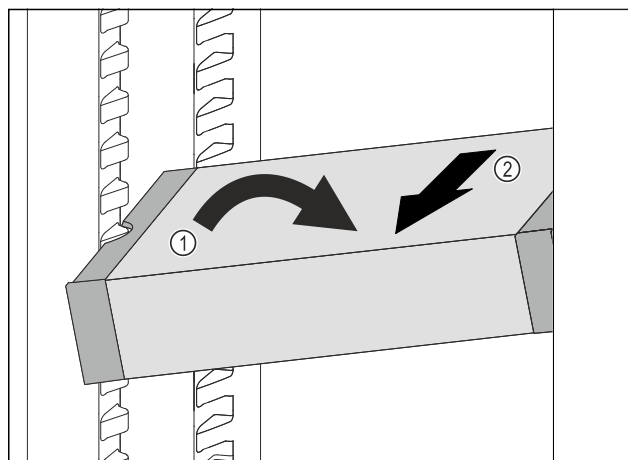

Fig. 153
- Incliner le VarioSafe dans la partie réfrigérateur. Fig. 153 (1)
- Sortir le tiroir VarioSafe par l'avant. Fig. 153 (2)